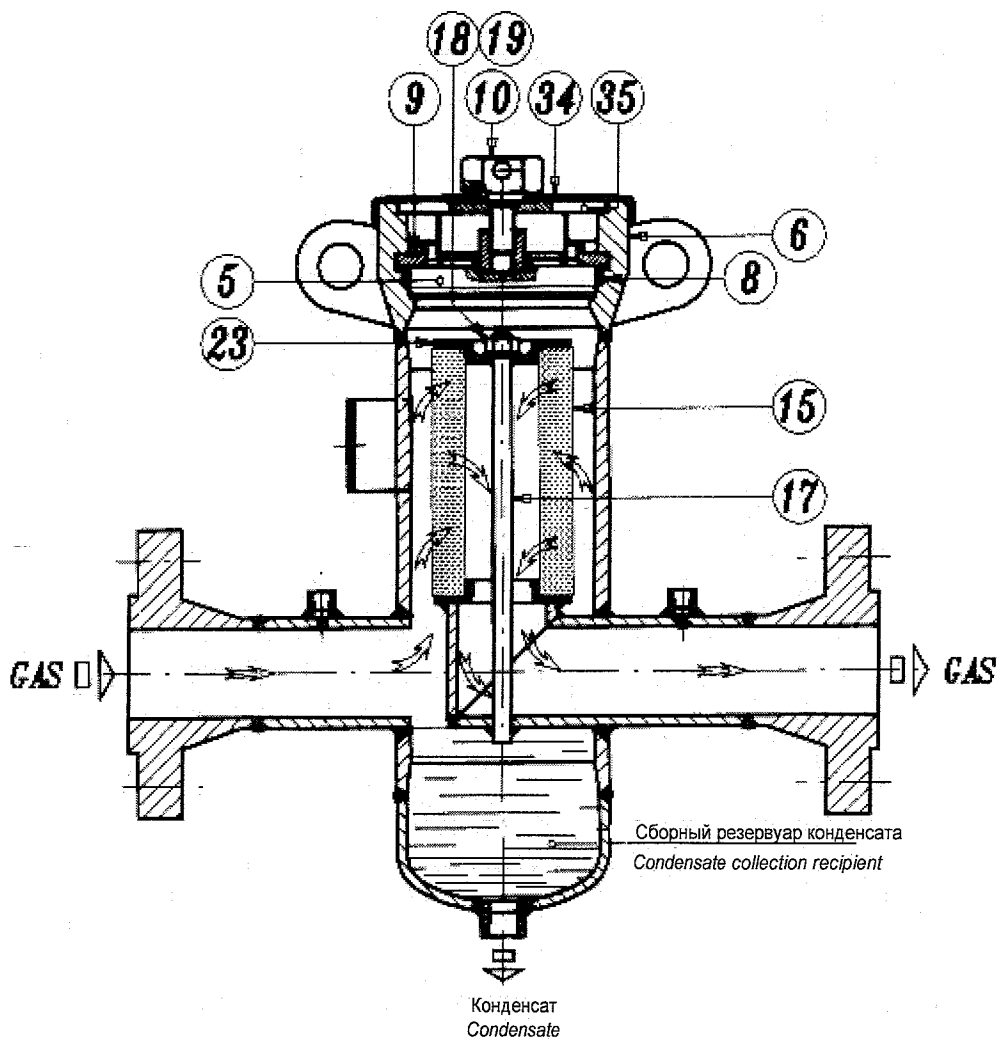

Fig. 3 - РИС. 3
1.3.1 ЗАКРЫТИЕ БЫСТРОДЕЙСТВУЮЩЕЙ ГОЛОВКИ (РИС.3)
1.3.1 FAST HEAD CLOSURE (FIG.3)